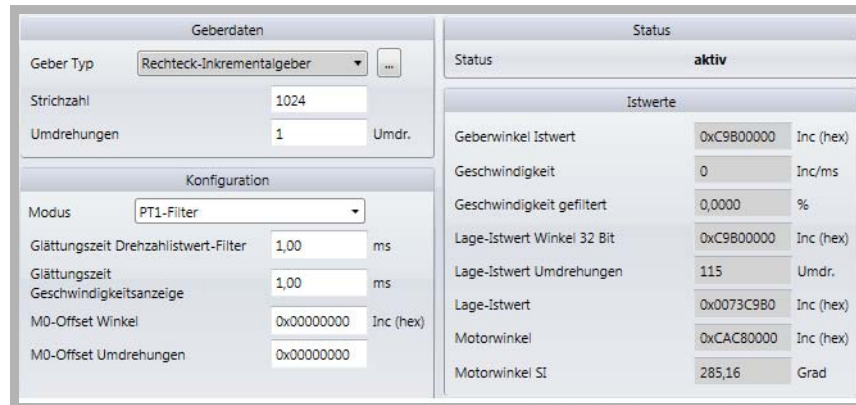

Abbildung 28: Geber 2 Konfiguration - Fenster
- 9 In diesem Fenster alle Werte und Auswahlpunkte wie in ▶Abbildung 28◀ unten einstellen.